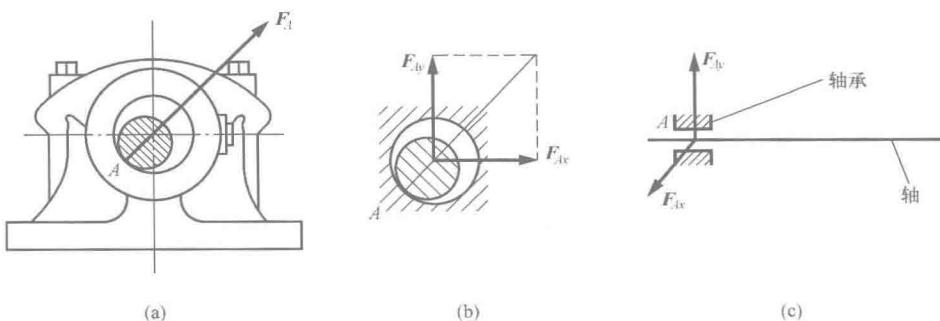

图 1-12
(2) 向心轴承（径向轴承）。图 1-12 (a)、(b) 所示为轴承装置，可画成如图 1-12 (c) 所示的简图。轴可在孔内任意转动，也可沿孔的中心线移动；但是，轴承阻碍着轴沿径向向外的位移。忽略摩擦，当轴和轴承在某点 A 光滑接触时，轴承对轴的约束力  $F_A$  作用在接触点 A，且沿公法线指向轴心，如图 1-12 (b) 所示。
但是，随着轴所受的主动动力不同，轴和孔的接触点的位置也随之不同。所以，当主动动力尚未确定时，约束力的方向预先不能确定。然而，无论约束力朝向何方，它的作用线必垂直于轴线并通过轴心。这样一个方向不能预先确定的约束力，通常可用通过轴心的两个大小未知的正交分力  $F_{Ax}$ 、 $F_{Ay}$  来表示，如图 1-12 (c) 所示， $F_{Ax}$ 、 $F_{Ay}$  的指向可任意设定。